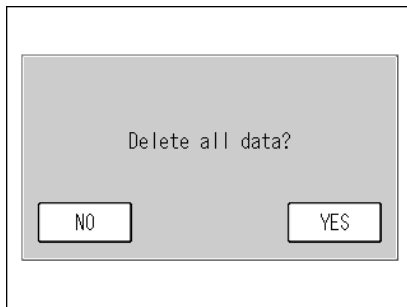

Fig. 41 Meldung Daten löschen
- [DELETE]: Zeigt die Meldung zum löschen von Daten an. (Fig. 41 auf Seite 31). Diese Taste ist verborgen, wenn die Tastensperre gesetzt ist.